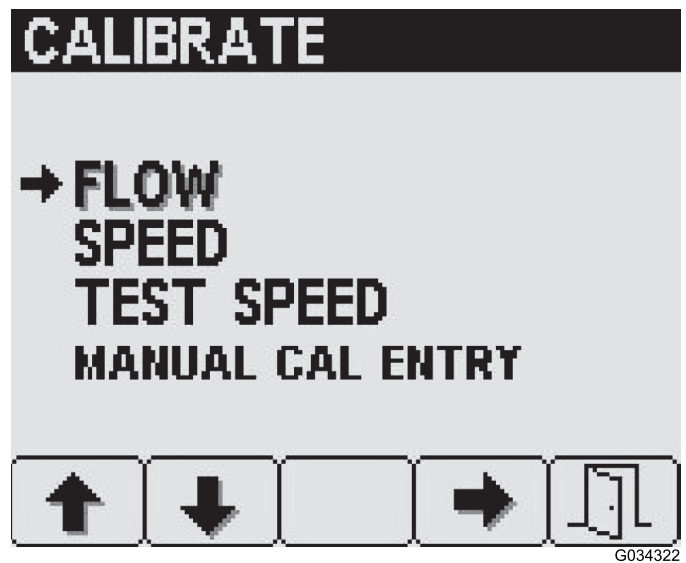

Bild 21
- Für den Zugriff auf den Bildschirm „Flow“ drücken Sie die Taste 4 auf dem Bildschirm „Kalibrierung“ (Bild 21), um „Flow“ auszuwählen.
2. Drücken Sie für den Zugriff auf den Bildschirm „Speed“ die Taste 2 auf dem Bildschirm „Kalibrierung“, bis Sie „Speed“ erreichen und drücken Sie Taste 4 (Bild 21), um „Speed“ auszuwählen.